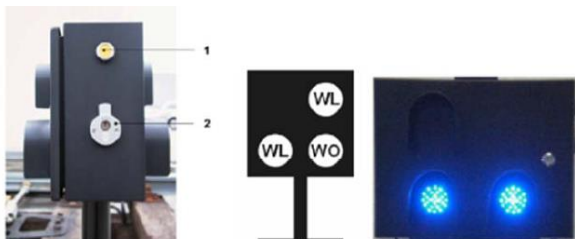

Abbildung 2 (WLM Bedienung von der Seite und Frontansicht)
Jede Weiche hat am Weichenantrieb einen Weichenlage- und Weichenordnungsmelder (WLM und WOM), der dem Triebfahrzeugführer (Tf) die ordnungsgemäße Funktion und die Endlage der Weichenzungen angezeigt. Zeigt der Weichenlagemelder links bzw. rechts vom Weichenordnungsmelder Ruhelicht (Abbildung 2) hat die Weiche links- bzw. Rechtslage. Zeigt der WLM über dem WOM Ruhelicht, heißt das Geradeausfahrt. WLM und WOM **müssen** vor dem Befahren Ruhelicht zeigen. Ausnahme: Die Rangierfahrt befährt eine falschschliegende, stumpf befahrene Weiche mit weniger als 10 km/h. Mit dem Befahren des Schienenkontaktes läuft die EOW in die gewünschte Stellung, bevor die erste Achse die Weichenzunge erreicht hat.
- Grundeinstellung herstellen, wenn die Weiche frei liegt. Den DB21-Schlüssel in den Weichenlagemelder (WLM, siehe Abbildung 2) einführen und die Grundstellung herstellen.